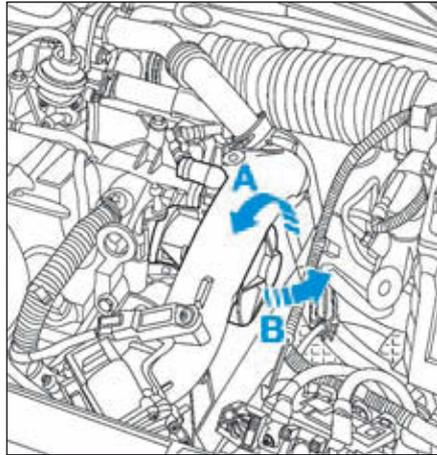

FIG.22
- Pivoter (flèche A) et déposer la pompe à vide (flèche B) (Fig.22).